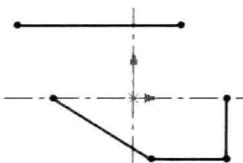

图 1.3 绘制的直线
(2) 绘制直线。选择下拉菜单 **工具(T)** → **草图绘制实体(S)** → **直线(L)** 命令，在图形区中绘制图 1.3 所示的直线。